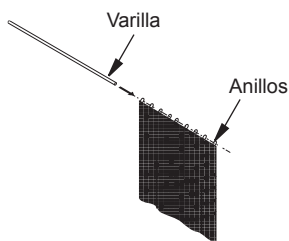

Figura 12 - Cómo montar la varilla y la rejilla
1. Inserte la varilla a través de los pequeños anillos localizados en la parte superior de la rejilla (consulte la figura 12).